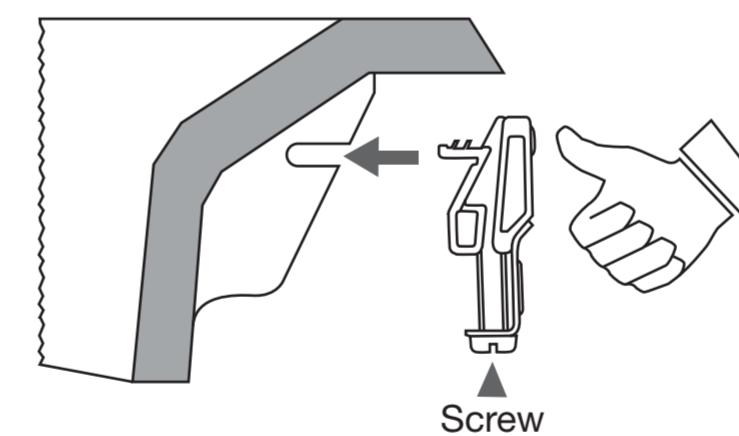

Fig. 2
11. Insérez les attaches. (Voir la figure 2.)